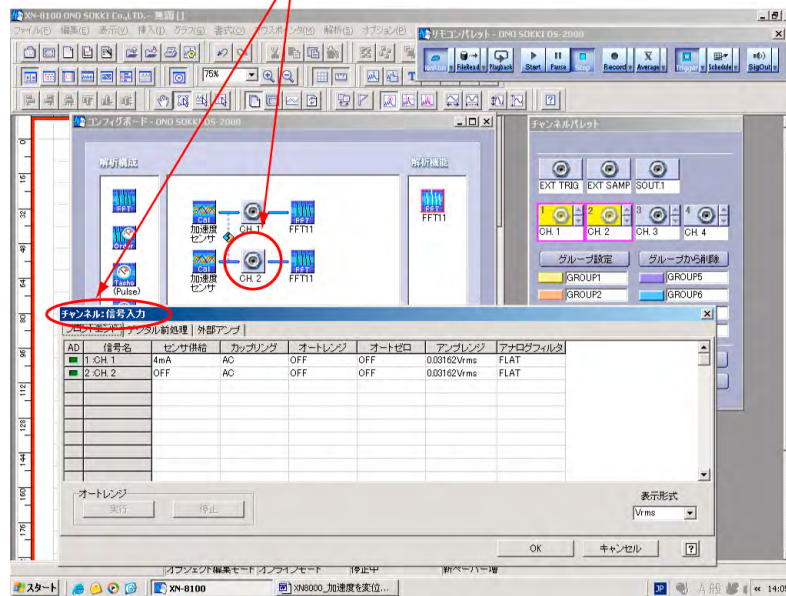

図 4
1. コンフィグボードの【CH2】アイコンをクリックし [信号入力] ダイアログを開きます (図 4)。